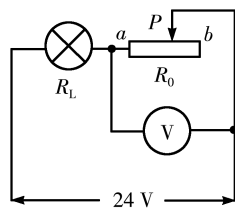
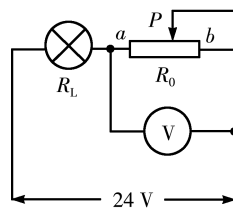

图4 情景一的“二线接”法
图5 情景一的“三线接”法
**情景一:**举一个中学阶段可能出现的例子,小灯泡的电阻 $R_L = 10 \Omega$ ,滑动变阻器 $R_0$ 的阻值变化范围为 $0 \sim 10 \Omega$ ,电压表的量程为 $15 \text{ V}$ ,将其接入 $24 \text{ V}$ 的恒压电源中,在图4所示的“二线接”法中,滑片接触不良,极有可能造成烧表,而在图5所示的“三线接”法中,无论滑片与电阻丝是否接触都不会毁